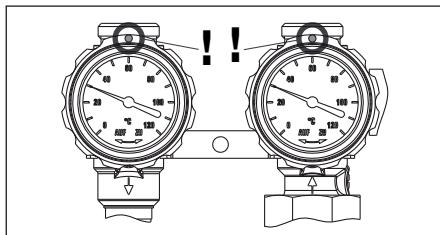

Abb. 6.11 Stellung der Kugelhähne
- Überprüfen Sie die Stellung der Kugelhähne der Solarstation. Diese müssen, wie in Abb. 6.11 abgebildet, positioniert sein (Winkelstellung der Thermometergriffe in Vor- und Rücklauf: 0°).